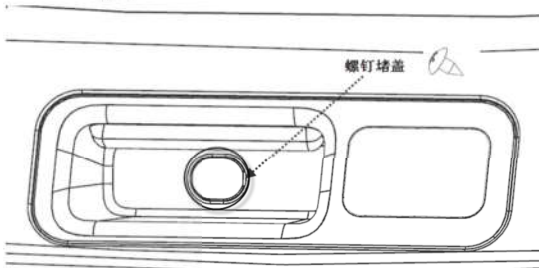

图 10-2-1 后背门扣手盒堵盖的拆卸示意图
- (1) 如图 10-2-1，先用缠有柔性胶带的一字起翘起箭头处的螺钉堵盖，将堵盖拆除；用十字起拧开里面的十字槽盘头螺钉。